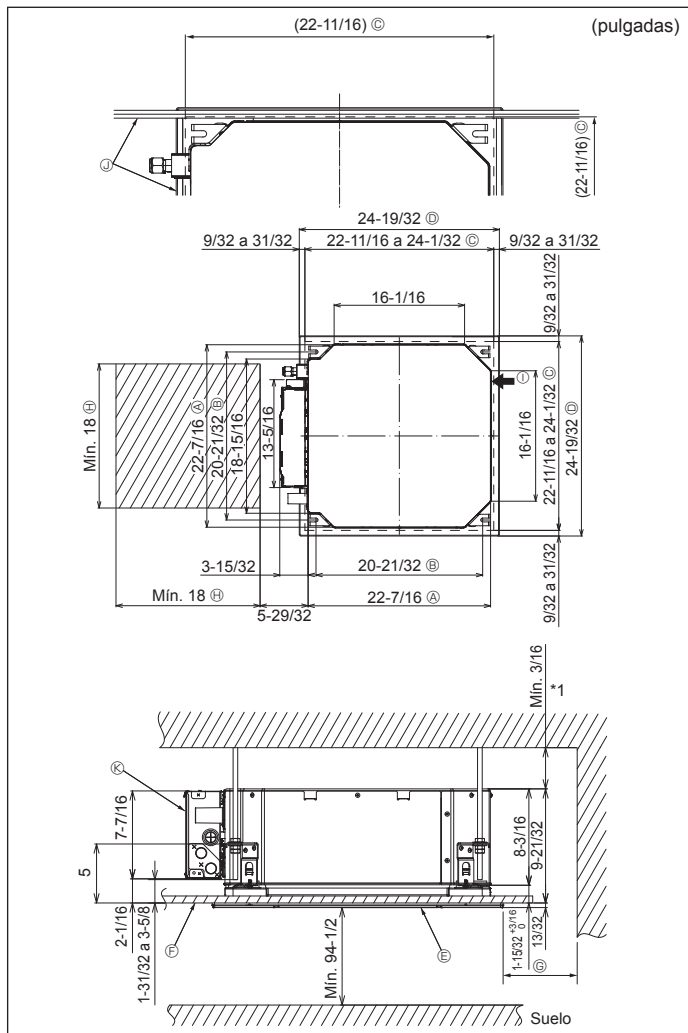

Fig. 4-2
⑤	Tubo de desagüe	1
⑥	Aislamiento	1
4.2. Lugares de instalación de las aberturas en el techo y los tornillos de suspensión (Fig. 4-2)